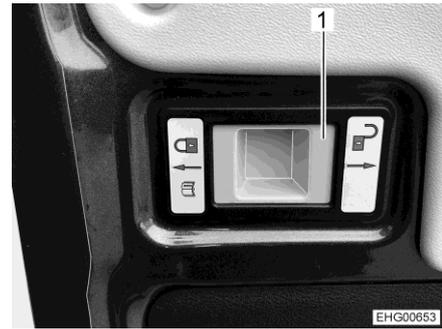

Fig. 11 Maniglia per sbloccare la limitazione
- Spingere a destra la maniglia (Fig. 11,1) (simbolo "lucchetto aperto"), tenere ferma la porta di coda e continuare ad aprirla con cautela.
- ▷ Quando le porte di coda sono di nuovo chiuse, limitare di nuovo l'angolo di apertura. Per farlo, spingere a sinistra la maniglia (Fig. 11,1) (simbolo "lucchetto chiuso").